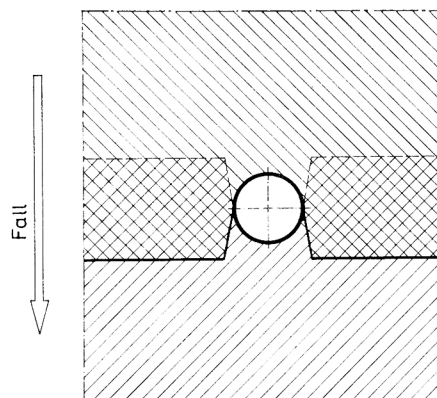

Fig. 21.
- 21 Inntekking av røroppstikk, se fig. 21.